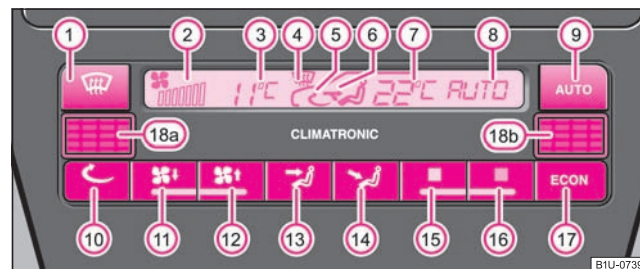

Fig. 97 Climatronic: Elementele de comandă
- Apăsați tasta **AUTO** ⇒ pagina 83, fig. 97.
Apăsați și mențineți apăsată tasta **17** **ECON** și **9** **AUTO** ⇒ pagina 83, fig. 97. Pe display se afișează datele în unitatea dorită de măsură a temperaturii.
- Apăsați tasta  ⇒ pagina 83, fig. 97.
Când parbrizul s-a aburit, apăsați tasta  ① ⇒ pagina 83, fig. 97. După ce parbrizul s-a dezaburit, apăsați tasta . ■
- Apăsați tasta ⑪, resp. ⑫ ⇒ pagina 83, fig. 97 pentru a reduce, resp. a crește turația.